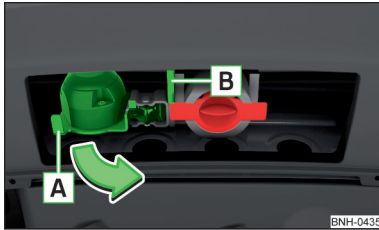

Abb. 227
- Die 13-polige Steckdose am Griff **A** fassen und in Pfeilrichtung ausschwenken » Abb. 227.